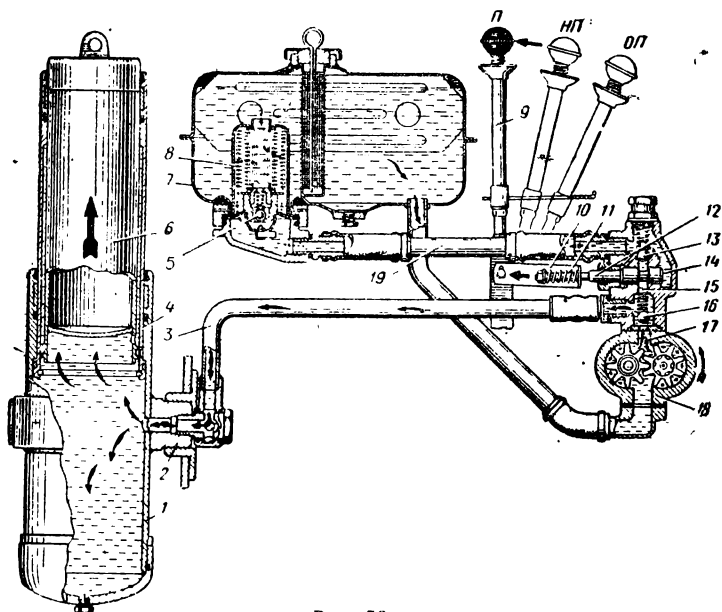

Рис. 58
Задание 128. I. Какими цифрами (рис. 58) обозначены масляный насос, масляный бак, рычаг управления, наружный цилиндр, обратный клапан гидроподъемника самосвала?
II. Под каким давлением масло поступает от масляного насоса 18 (рис. 58) по трубке 3 в наружный цилиндр 1?
III. При включении масляного насоса 18 (рис. 58) тяга 10 сжимает пружину 11, образуя зазор между упором и плунжером-золотником 12. Шестерни насоса нагнетают масло в полость 17 высокого давления, открывая клапан 16. Масло под давлением поступает по трубке 3 в цилиндр 1 и, перемещая цилиндр 6 и 4, поднимает кузов автомобиля. При каком положении рычага это происходит?
IV. При каком положении рычага управления 9 (рис. 58) цилиндра 4 и плунжера-золотника 12 открывается предохранительный клапан 13 и масло по трубке 19 через фильтр 8 возвращается в масляный бак 7?
V. В какой позиции рычага управления 9 (рис. 58) кузов фиксируется в любом положении?
VI. При каком положении рычага управления 9 (рис. 58) коробка отбора мощности выключается, масляный насос останавливается, пружина 11 разжимается, ликвидируя зазор между тягой 10 и плунжером-золотником 12?
VII. При каком положении рычага управления 9 (рис. 58) тяга 10, нажимая на плунжер-золотник 12, пе-